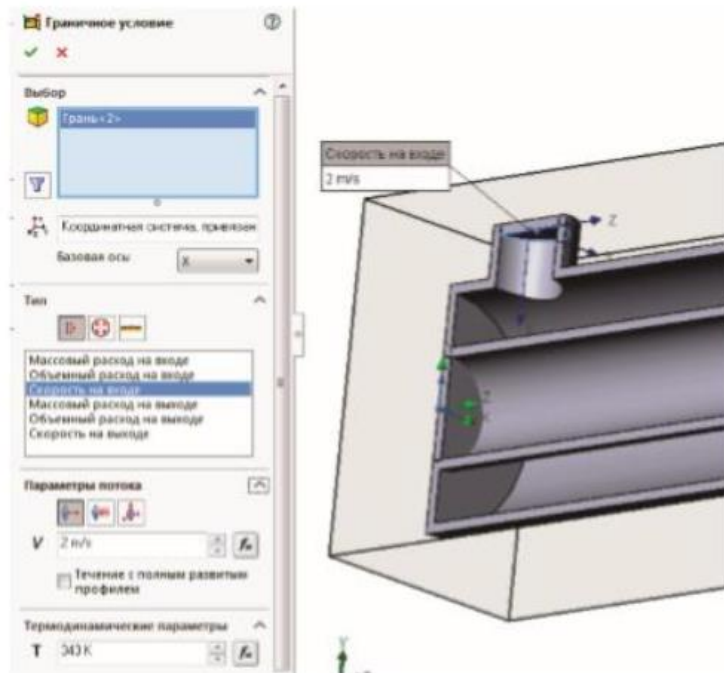

Рис.8 – Завдання вхідних параметрів у зовнішнього потоку
7.1. На вході зовнішнього потоку: натискаємо ПКМ на розділ «Граничні умови» і вибираємо «Додати граничну умову ...». Виділяємо внутрішню поверхню на вході зовнішнього потоку, задаємо «Швидкість» на вході V_1 і «температуру» T_1 (рис.8).